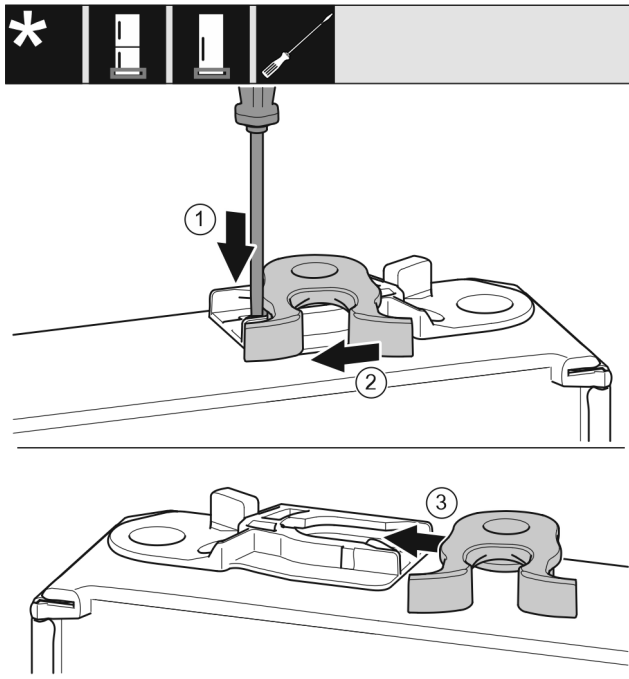

Fig. 19
- ▶ S ploščatim izvijačem potisnite spono navzdol. Fig. 19 (1)
- ▶ Zapiralni kavelj povlecite iz vodila. Fig. 19 (2)
- ▶ Zapiralni kavelj na drugi strani potisnite v vodilo. Fig. 19 (3)